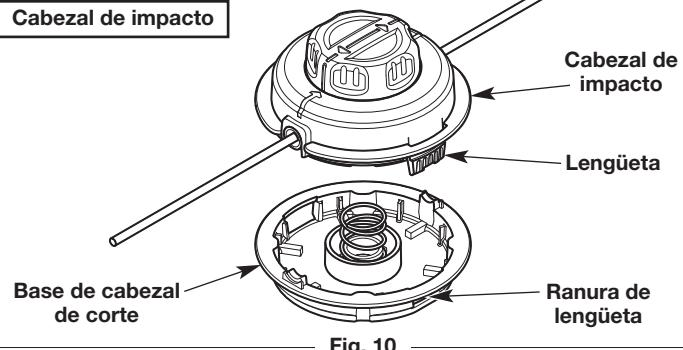

Fig. 10
- Desconecte el cabezal de impacto de la base del cabezal de corte: Presione con firmeza una lengüeta del tapón del cabezal de impacto (Fig. 10). Utilice el pulgar para presionar la lengüeta. Si es necesario, utilice un destornillador de cabeza plana:
- Mientras sostiene el destornillador en el lugar, gírelo suavemente para desatrancar la lengüeta del panel de las ranuras (Fig. 10).
- Alinee las lengüetas del cabezal de impacto con las ranuras de las lengüetas de la base del cabezal de corte (Fig. 10). Empuje el cabezal de corte en la base del cabezal de corte hasta que ambas lengüetas entren a presión en su lugar.